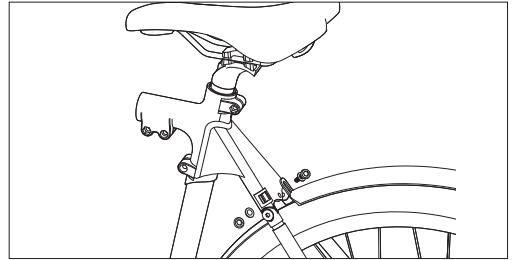

Abbildung 6-1
- b. Nachdem Sie das Schutzblech mit dem Schraubenloch ausgerichtet haben, ziehen Sie die Befestigungsschrauben wieder an, um es am Sitzrohrgelenk zu befestigen, wie in **Abbildung 6-1** gezeigt.